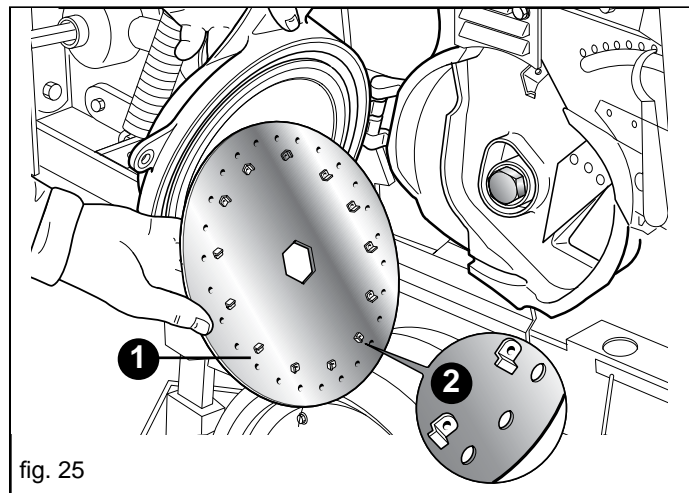

fig. 25
All'interno dei distributori va montato un disco (1, Fig. 25) **scelto in funzione della dimensione del seme** (il seme non deve in nessun modo poter entrare nel foro). I semi, che per risucchio vanno a tappare i fori del disco, verranno poi rilasciati sul terreno. La seminatrice viene consegnata al cliente con una sola serie di dischi in dotazione. La Ditta Costruttrice può fornire all'utilizzatore le seguenti serie di dischi: (vedi *Tabella 3* pag. 23).
- Il disco deve essere montato con i piolini (2, Fig. 25) rivolti all'interno del distributore.